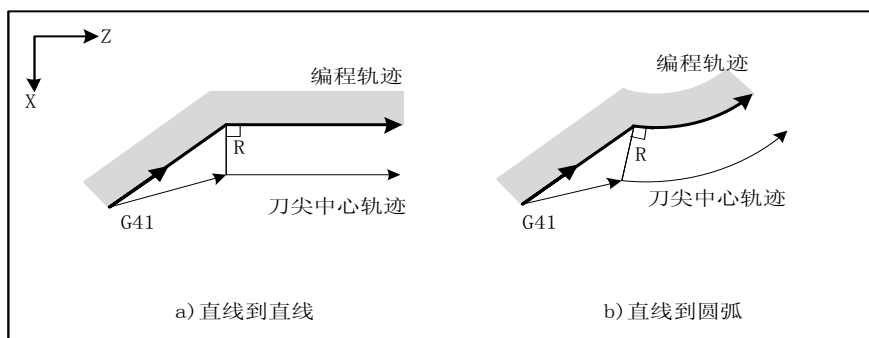

图 2.28
a) 对于夹角  $\alpha < 180$  情况, 如图 2.28